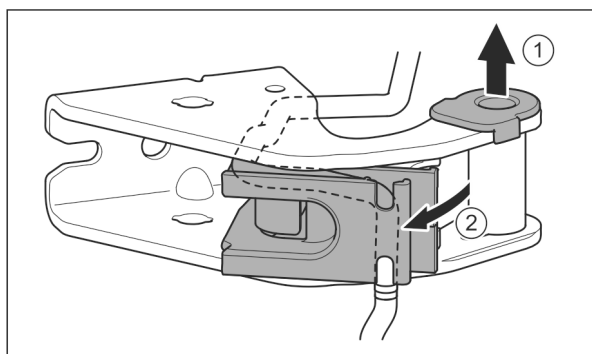

Fig. 24
- Extraiga el casquillo de cojinete de la guía. Fig. 24 (1)
- Gire hacia fuera el soporte del cable. Fig. 24 (2)